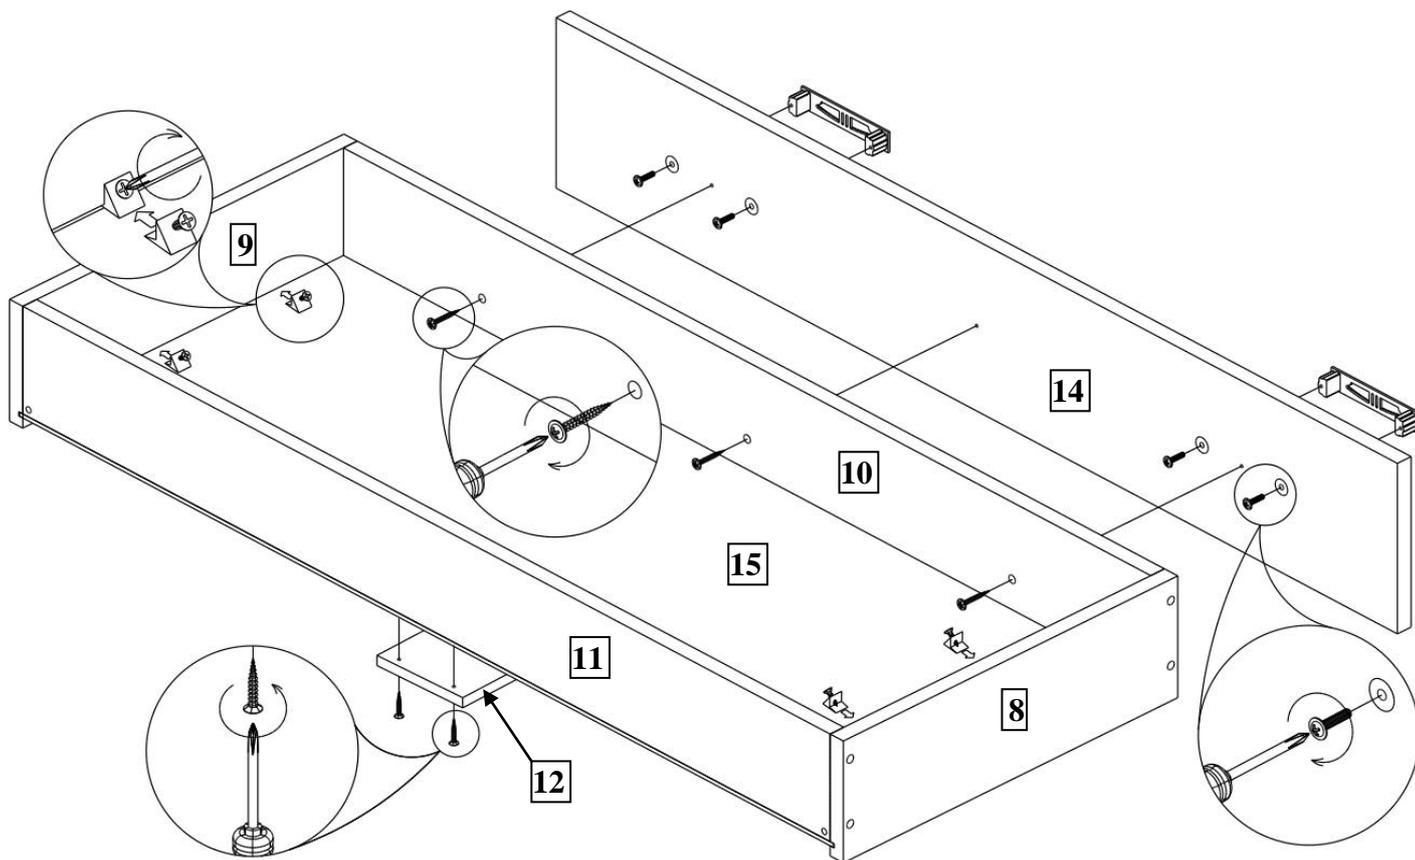

Рисунок 10
- Используя шуруп 4x30 потай прикрепите деталь (поз. 12) к деталям (поз. 10, 11). Используя винт М4х16 с планшайбой прикрепите ручки к детали (поз. 14). Используя шурупы 4x30 с планшайбой прикрепите деталь (поз. 10) к детали (поз. 14). См. рисунок 10.